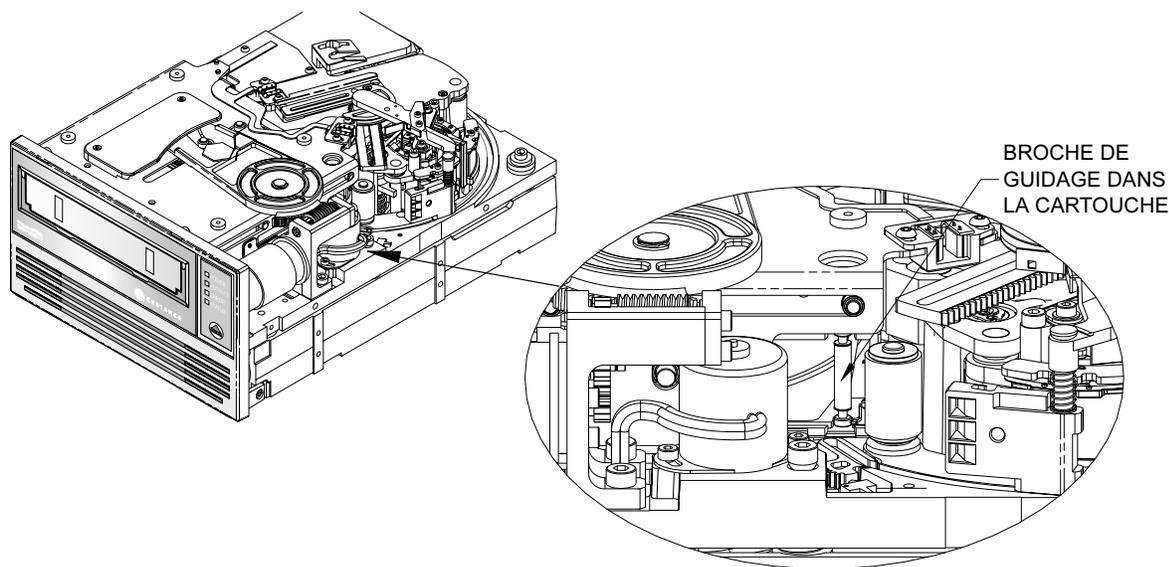

Figure 21. Diagramme des lecteurs LTO-1 et LTO-2 avec la broche de guidage dans la cartouche LTO (la bande ne passe pas sur l'axe d'enroulement)
- Si la cartouche est chargée et que la broche de guidage est toujours dans la cartouche (consultez la figure 21, page 82), passez à la section « La cartouche est chargée et insérée », page 82.
1. Vérifiez que la broche de guidage est toujours dans la cartouche comme l'illustre la figure 21, page 82. Si la broche de guidage a été retirée de la cartouche et qu'elle est toujours dans le passage de la bande, suivez les étapes de la section « La cartouche est chargée et insérée avec la bande enfilée », page 83.